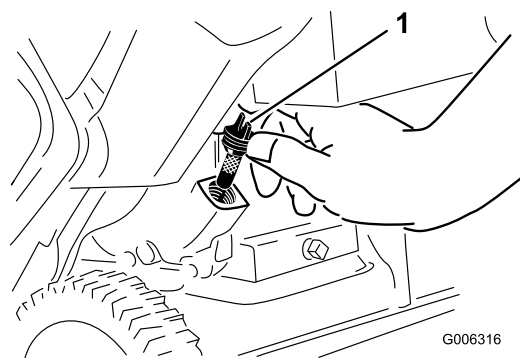

Рисунок 26
6. Очистите поверхность вокруг крышки маслозаливной горловины (Рисунок 26).
7. Отверните крышку маслозаливной горловины и снимите ее (Рисунок 26).